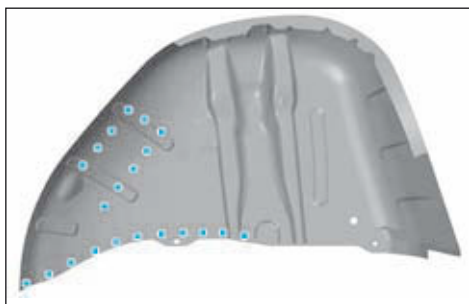

FIG.221
- Tracer puis percer au Ø 8 mm pour un soudage ultérieur par points bouchons MAG (Fig.221).